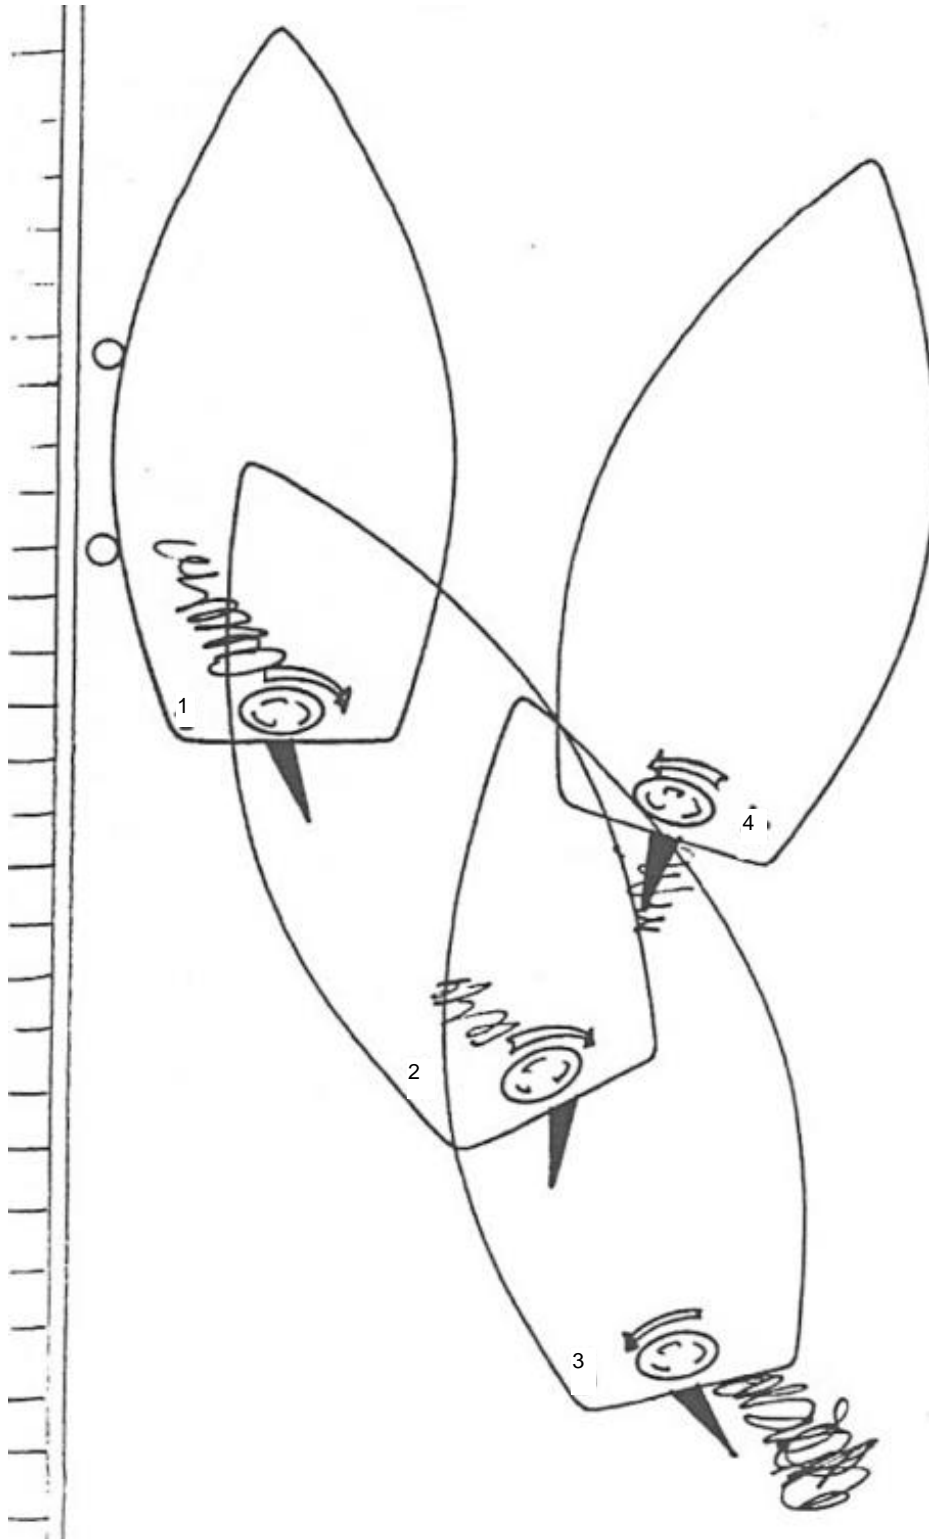
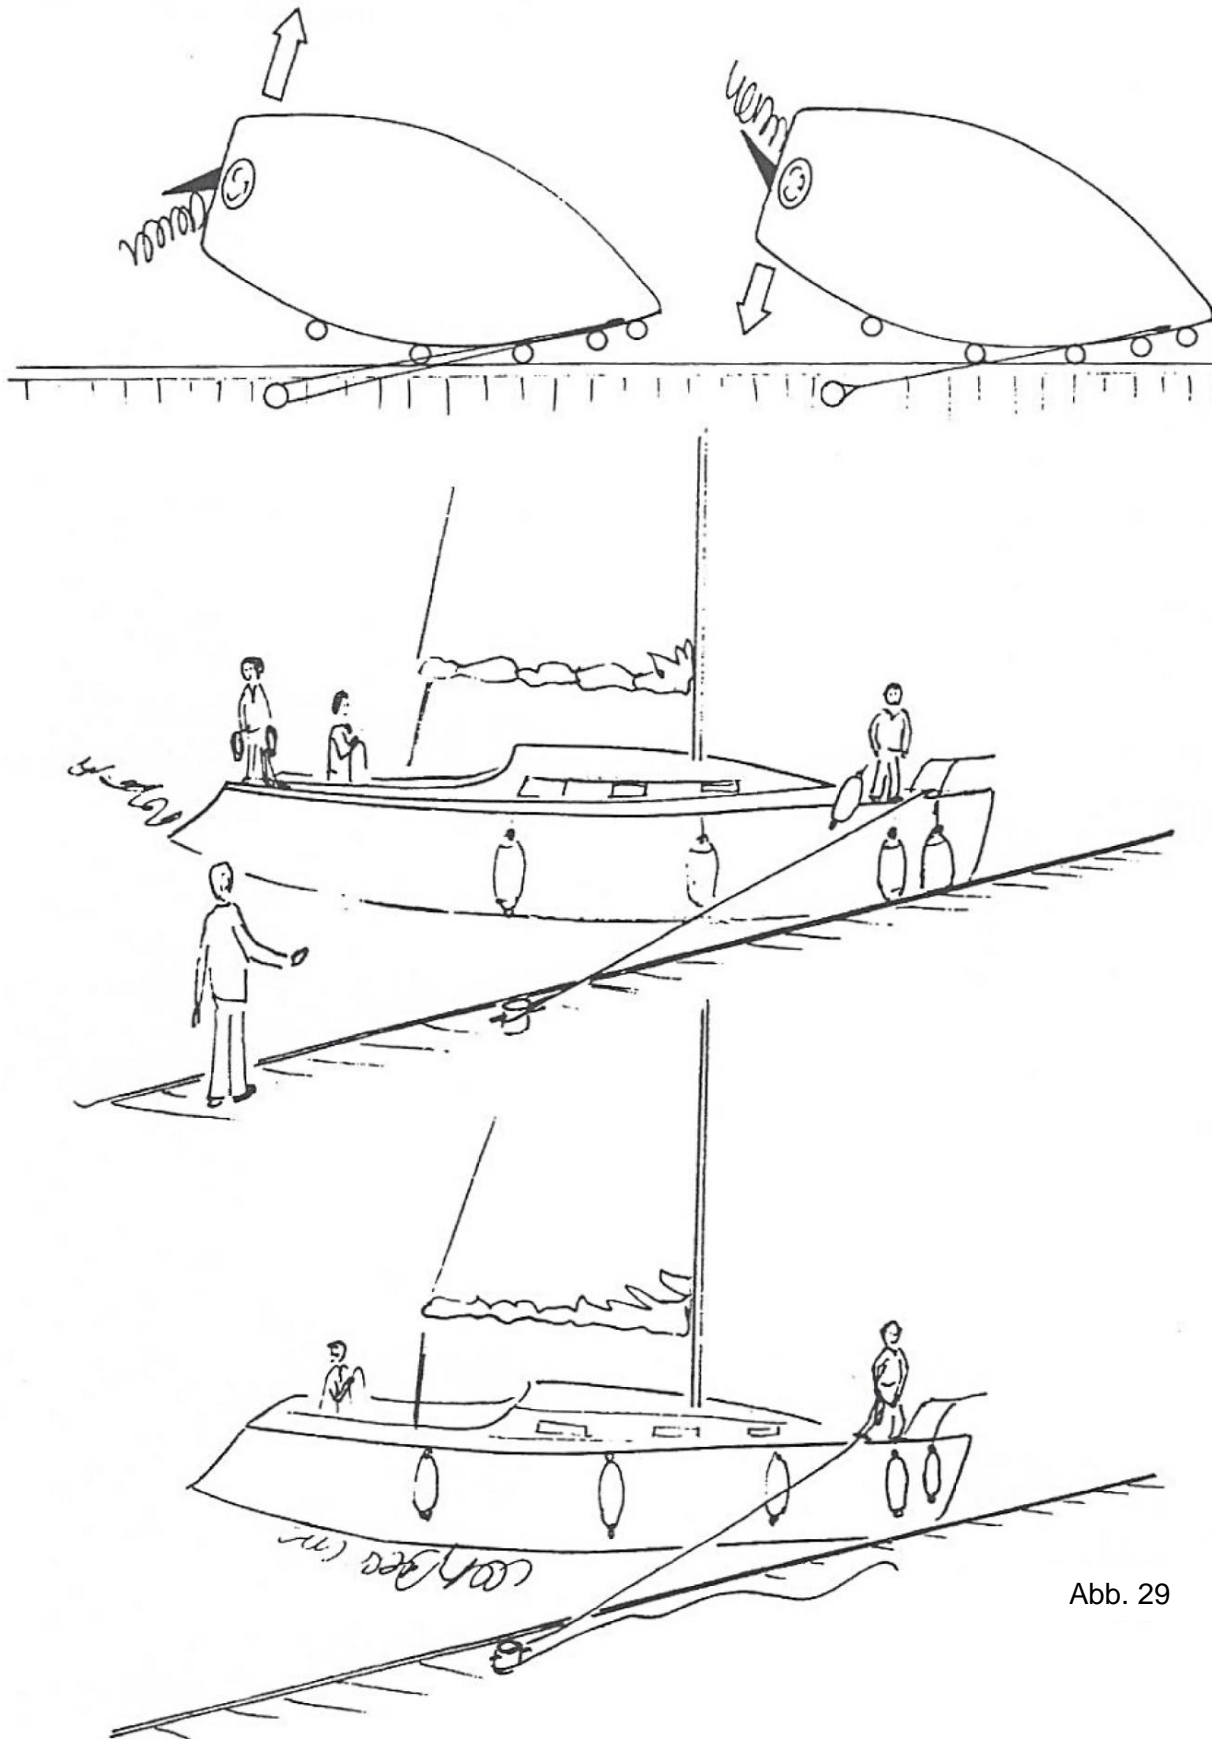

Abb. 26
Abb. 29
6.2.1. Rückwärts wegfahren (Abb. 26)
Bei engen Platzverhältnissen, wenn ein **rückwärts Wegfahren** (Abb. 26) oder ein **Eindampfen in die Spring** (Abb. 29) nicht möglich ist. Radeffekt muss nicht beachtet werden. Bei ablandigem Wind auch unter Segel sehr geeignet